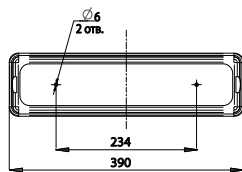

рис. 1 LAD LED LINE-OZ-15/25
5.5. Просверлить в корпусе светильник два отверстия $\varnothing 6$ мм (рис. 1, 2).